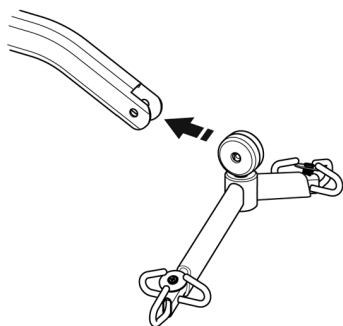
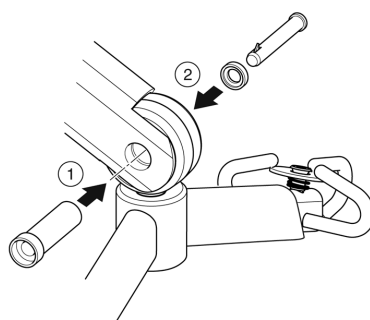

Fig. 5
Fig. 6
1. Per collegarlo, sollevare e inserire il bilanciamento per il sollevamento nell'elemento di aggancio del braccio di sollevamento (Fig. 5). Inserire il manicotto del perno nel cappello di plastica finale per il sostegno del sistema di posizionamento (Fig. 6, n. 1).
2. Dopo averlo allineato all'elemento di aggancio del braccio di sollevamento, reinserire completamente il perno a sgancio rapido nel manicotto fino a quando si blocca in posizione (Fig. 6, n. 2).